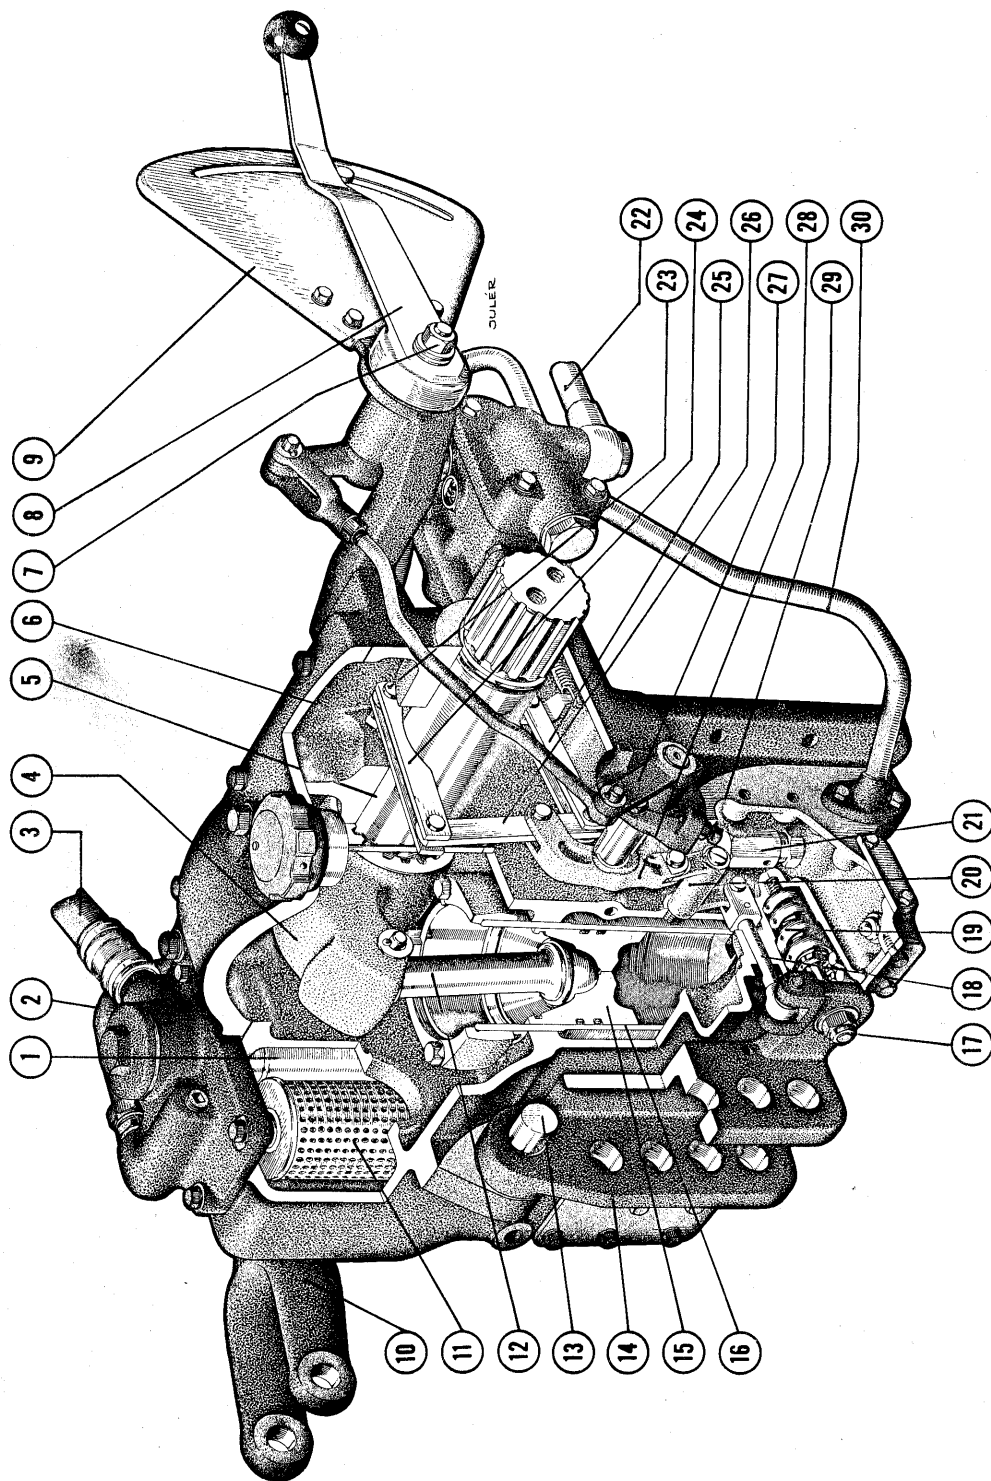

Fig. 27. Terra-Trol hydrauliksystemet.
Numrene svarer til de i fig. 27 anvendte.
Løftearmsakslen (5) fig. 27, er lejret i hydraulikhuset (6). Løftearmene (10) og armen (4) er indbyrdes forbundne ved noter på akslen. Stemplet (15) går i en udskiftelig foring (16), der fastholdes med bolte og er tætnet mod huset ved en O-ring forneden. Cylinderen er ved røret (30) forbundet med reguleringsven-tilen.